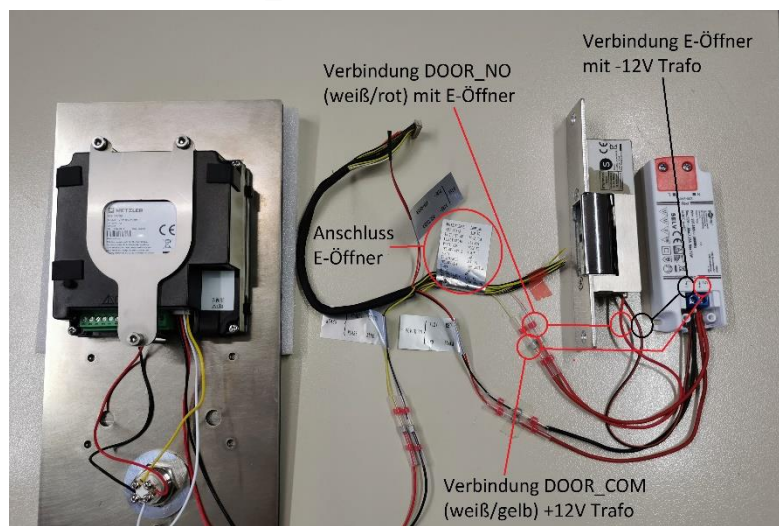

Abbildung 10
8. Jetzt muss noch der Türöffner angeschlossen werden. Für einen normalen E-Öffner verwenden Sie bitte die Anschlüsse „DOOR_COM“ (weiß/gelbe Ader) und „DOOR_NO“ (weiß/rote Ader) am Anschlusskabel des Sicherheitsmoduls. Verbinden Sie „+12V“ Klemme der Spannungsversorgung Ihres Transformators mit dem Anschluss „DOOR_COM“. Die Ader „DOOR_NO1“ verbinden Sie mit er einer der Adern des Türöffners (Polung egal). Die zweite Ader des Türöffners verbinden Sie mit der „-12V“ Klemme der Spannungsversorgung Ihres Transformators. Der Anschluss am Kabel des Sicherheitsmoduls ist mit einem grauen Fähnchen gekennzeichnet. (Siehe *Abbildung 10*)